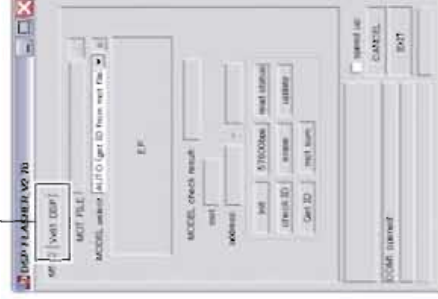

Fig. 4
1. With the power cable of this unit unconnected to the AC outlet, start up DSP\_FLASHER Ver2.7.exe. The screen appears as shown below. (Fig. 4)
2. Click [Vx61 DSP]. (Fig. 4)
1. 本機の電源コードをACコンセントに接続していない状態で、DSP\_FLASHER Ver2.7.exe を起動します。下記の画面が表示されます。(Fig. 4)
2. [Vx61 DSP] をクリックします。(Fig. 4)